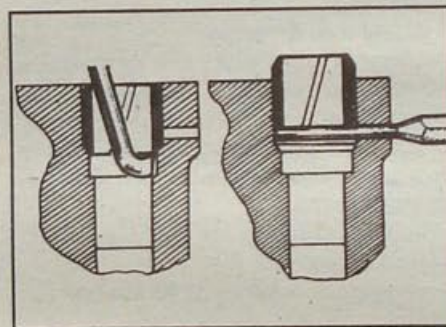

Рис. 2.21. Использование стального съемника Mot. 587 и стержня диаметром 3 мм для извлечения и установки на требуемую высоту центрирующих втулок
- Съемником Mot. 587 достаньте из блока цилиндров центрирующие втулки (рис. 2.21).